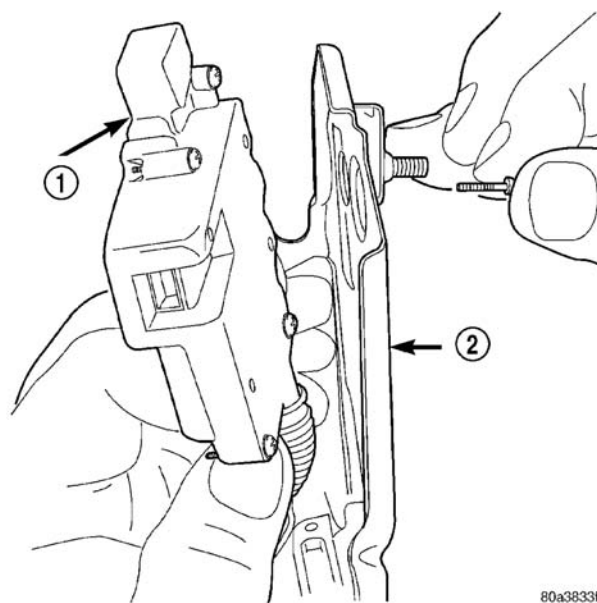

图 5 滑动门锁电机
- （6）拆下将车门闭锁电机固定至锁闩/锁控制器的螺钉（图 5）。